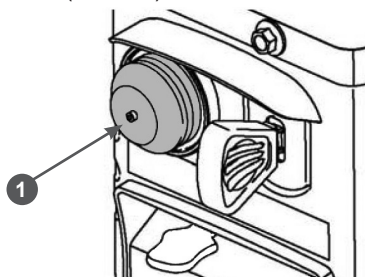

Рис. 30. Расположение ручного топливного насоса
7. Для запуска холодного двигателя нажмите 3 раза на ручной топливный насос 1 (Рис. 30).